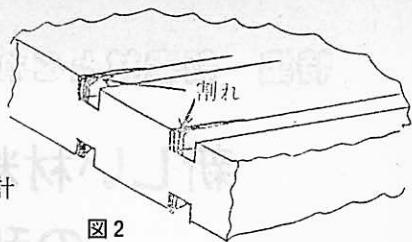

図2
①木口削りで溝割れが起きる(図2)。
②木目がはっきりしないため、組織の学習で利用できない。
③自由製作の設計では、溝の位置を考えて設計することが難しい。